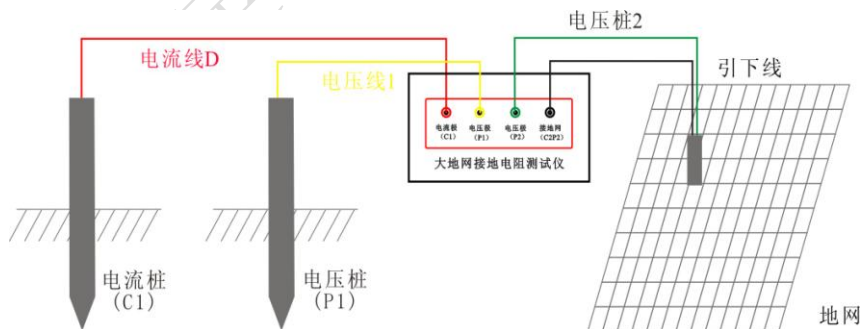

图 4 四极法测量接线图
3、电流测试线和电压测试线按规定的长度将一端与仪器相接后平行放出。另一端分别接在两个地桩上（如图 3 或图 4 所示）。